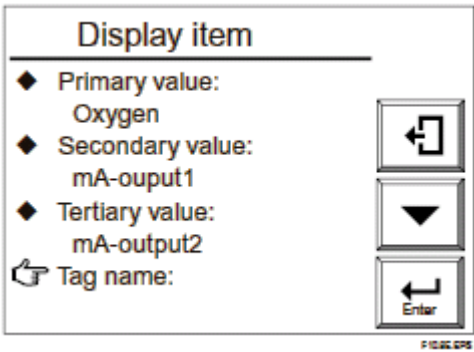

图 10.6 “显示内容”显示
- (1) 在基本面板上按设置键到显示执行/设置显示。然后在显示执行/设置显示上选择维护。
- (2) 从维护面板上选择显示设置。
- (3) 从显示设置中选择显示内容。然后出现如图 10.6 所示显示。
- (4) 从显示内容中选择标牌名称。然后显示文本输入。
- (5) 输入最多 12 字母代码包含期望的铭牌名代码。